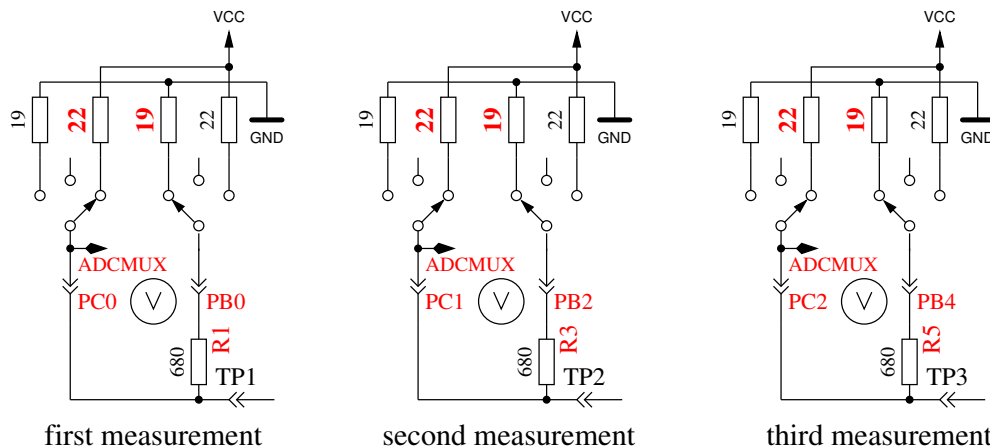

Abbildung 5.46: Messung des Innenwiderstandes des auf VCC geschalteten Port-C-Ausgängen.
8. **Messung des Innenwiderstandes von auf VCC geschalteten Port-Ausgängen.** Der benötigte Strom wird von auf GND geschalteten 680Ω-Widerständen geliefert. Es ist die gleiche Messung wie die in Test 7 zur anderen Seite, wie in Abbildung 5.46 gezeigt wird. Der Innenwiderstand wird wie folgt berechnet: $\text{Um den Strom zu berechnen: } (5001 - (\text{Ergebnis von Test 7}) - (\text{Ergebnis von Test 8})) / 680$. Die Widerstandswerte ergeben sich, wenn die gemessene Spannung durch diesen Strom dividiert wird. Der gefundene Mittelwert der Innenwiderstände der Ausgabe-Ports wird im EEprom festgehalten. Das Ergebnis für diesen Test wird dann in Zeile 1 mit dem Text „RI_Hi=“ in Ω angezeigt, der Innenwiderstand zur GND-Seite wird in Zeile 2 mit dem Text „RI_Lo=“ angezeigt. Diese Werte stehen dann für weitere Messungen zur Verfügung.